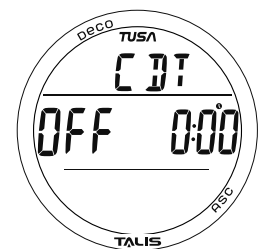

Abb. 90 - CDT-STATUS (Aus, nicht eingestellt)
- > Während eines Tauchgangs kann der CDT aus- (OFF) (gestoppt) und eingeschaltet (ON) (gestartet), aber nicht eingestellt werden.
**CDT-Status, Informationen beinhalten (Abb. 90):**